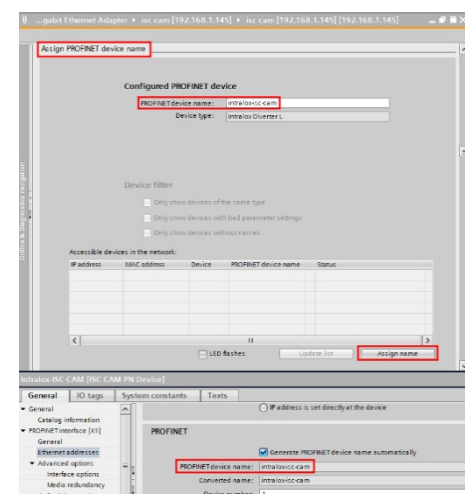

Figure 13: Configure Profinet Device Name for ISC CAM
24. 在图13中也可以通过勾选“Assign name”左侧的“LED flashes”勾选框，来验证 ISC CAM 设备的连接。
28. 下滚至“分配PROFINET设备名称”并输入与项目匹配的“PROFINET设备名称”，然后点击“分配名称”，图13。